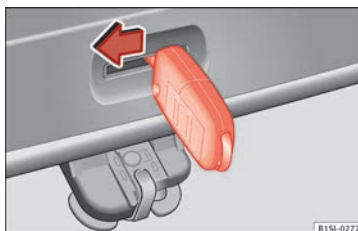

Fig. 7 Dans le coffre à bagages : déverrouillage d'urgence du hayon arrière.
- Introduisez le panneton de la clé dans l'ouverture du hayon arrière » **fig. 7** et appuyez